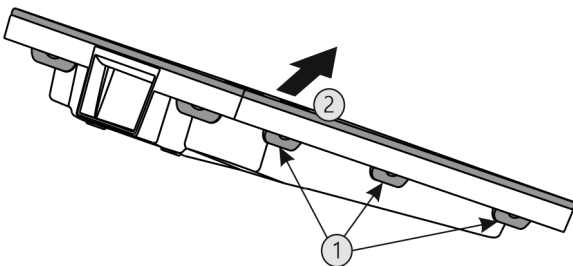

Fig. 38
- Premere una dopo l'altra tutte le linguette Fig. 38 (1) e rimuovere la copertura Fig. 38 (2).